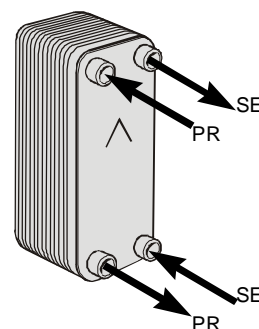

Abb. 004
Die Anschlüsse für den primären (PR) bzw. sekundären (SE) Kreislauf befinden sich bei stehendem Einbau jeweils übereinander (Abb. 004).